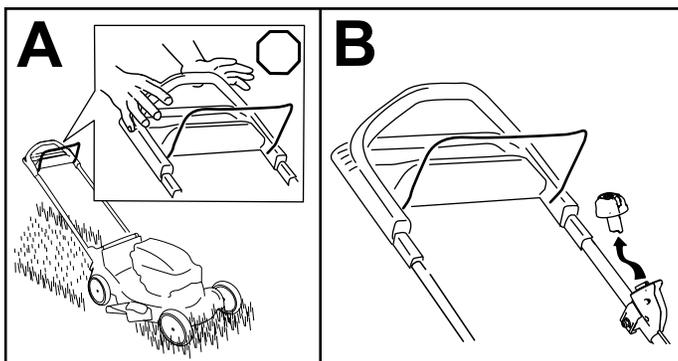

Bild 16
1. Lassen Sie den Schaltbügel los (A in Bild 16).
2. Entfernen Sie den Elektrostarttaster aus dem Elektrostartschalter (B in Bild 16).